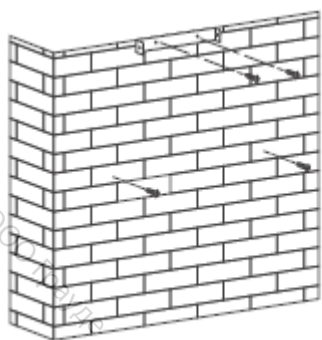

Рис. 2
3. Определите высоту установки. Просверлите 5 отверстий диаметром 8 мм в нужных местах для крепления крюка и кронштейна внутреннего короба, следите чтобы они были выровнены в горизонтальной плоскости. Место крепления кронштейна внутреннего короба — положение вытяжной трубы. См. рис. 2.
4. С помощью 3 винтов (4 мм x 40 мм) и дюбелей (входят в комплект) закрепите крюк на стене. Затем с помощью 2 винтов ST4*40мм зафиксируйте кронштейн внутреннего короба. См. рис. 2.